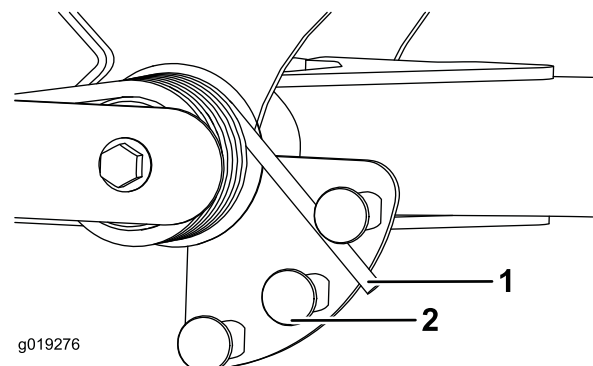

**Bild 40**
2. Stecken Sie ein Rohr oder ein ähnliches Objekt in das lange Federende und drehen Sie es um den Federaktuator in die gewünschte Stellung (Bild 40).
3. Wenn Sie die Federspannung aufgehoben haben, nehmen Sie die Schraube und Sicherungsmutter ab, mit denen der Federaktuator an der Halterung befestigt ist (Bild 40).